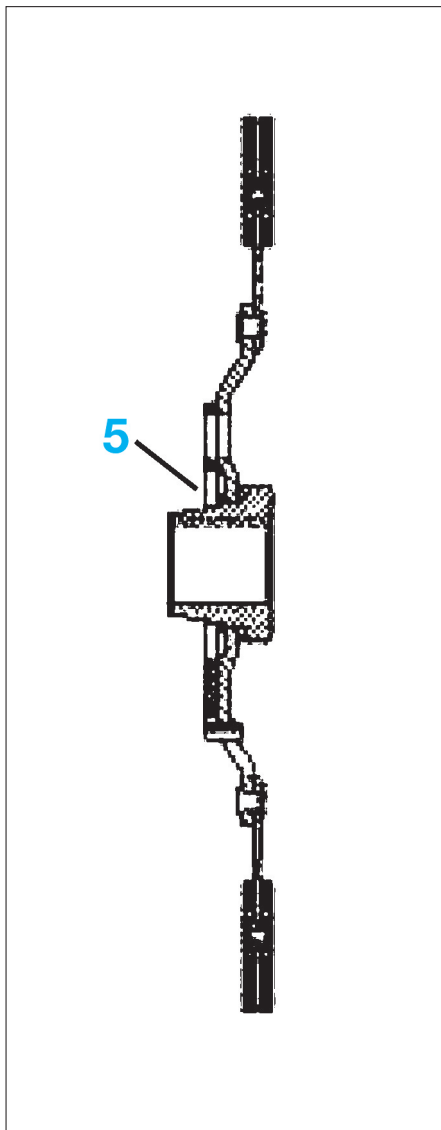
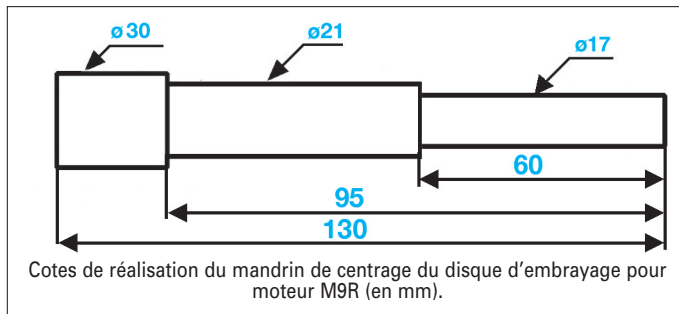

FIG. 5
FIG. 6
- Positionner le disque sur le volant (petit diamètre du moyeu (5) côté volant moteur (fig. 5)), à l'aide d'un mandrin de centrage approprié (outil Renault Emb. 1780, voir cotes de réalisation pour le moteur M9R (fig. 6)).